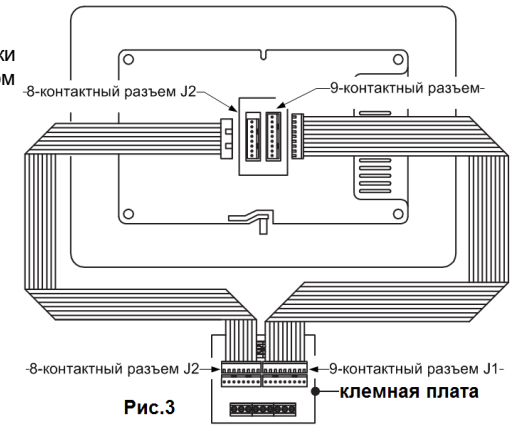

Рис.3
- Подключите ответные части разъемов шлейфов к разъемам на мониторе, как на рис.3